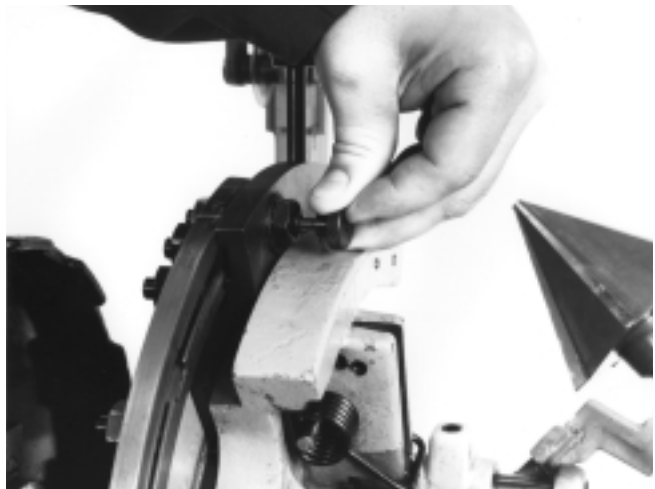

Figura 7 – Cómo tirar y abrir con la perilla de ajuste del cabezal de terrajas
1. Tire hacia atrás la perilla para ajuste de dimensiones situada en el cabezal de terrajas y abra completamente el cabezal de terrajas deslizando la placa de levas en la dirección que apunta la flecha rotulada **CHANGE DIES** (cambie terrajas) en la placa de levas. (Figura 7)